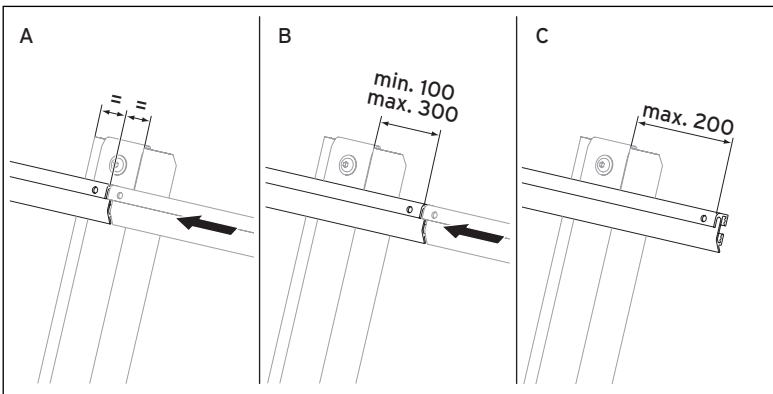

Fig. 5.16 Mise en place de rails de montage sur plusieurs bâtis
- Lorsque deux rails de montage ne se rencontrent pas au centre, sur la fixation, mais dépassent du bâti (→ fig. 5.16, B), connectez les rails de montage comme expliqué ci-après à l'aide de la pièce de connexion de rails :
- Enfoncez le raccord des rails dans le rail de montage de façon à ce qu'environ la moitié soit encore en saillie (1).